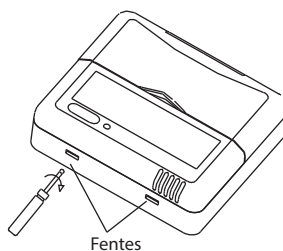

Fig 2-4
- Insérez un tournevis plat dans les fentes situées dans la partie inférieure de la télécommande filaire (2 emplacements) et retirez la partie supérieure de la télécommande filaire. (Fig.2-4)